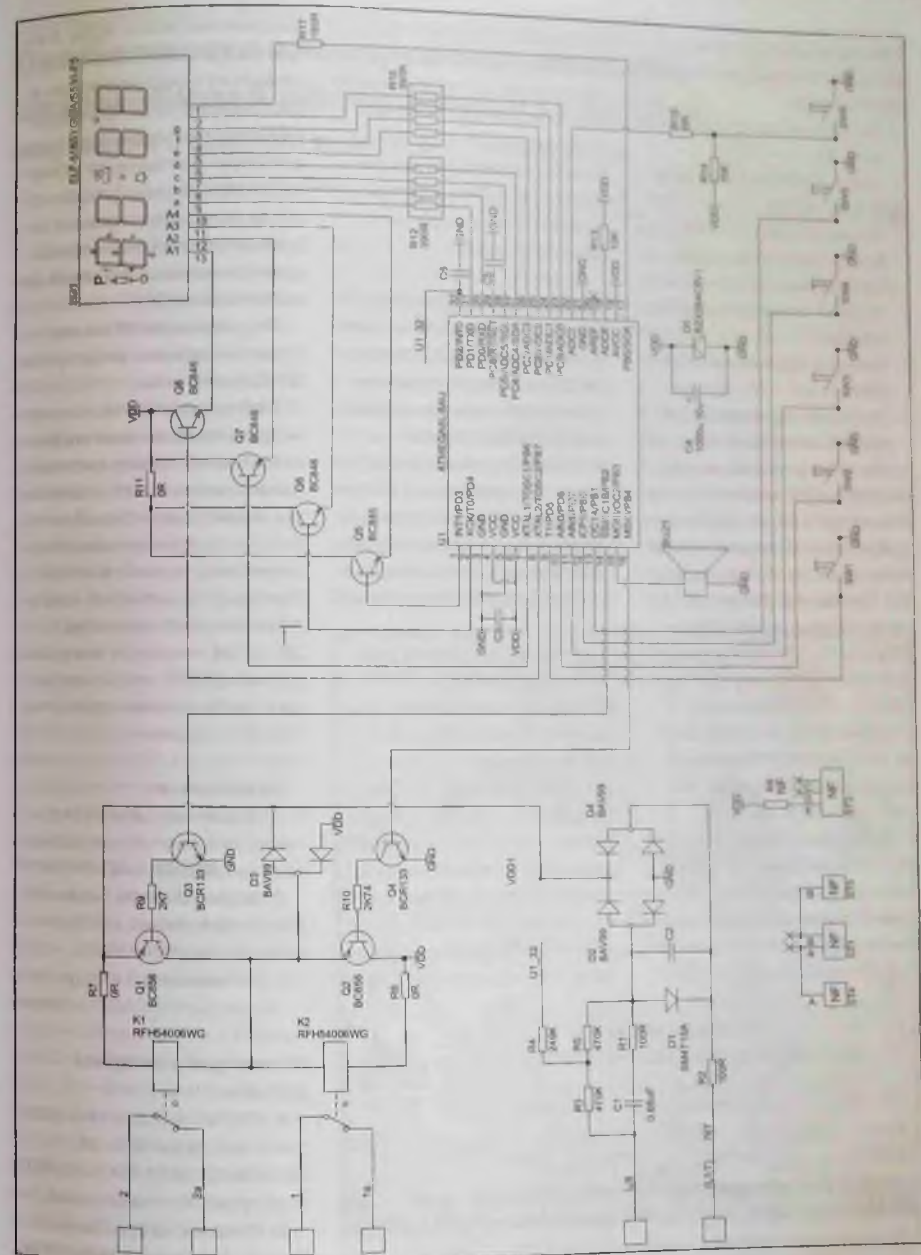

Рис. 3. Принципиальная электрическая схема таймера 117000766
Рассмотрим состав и работу основных узлов и цепей ЭМ по принципиальной электрической схеме, приведенной на рис. 3.
1. Позиционные обозначения компонентов на принципиальной электрической схеме таймера (рис. 3) были выбраны произвольно, так как на плате отсутствовала соответствующая маркировка.
2. На рис. 3 «цифровые» транзисторы Q3, Q4 (BCR133) показаны без встроенных резисторов.
- балластный конденсатор С1 (рис. 3);
2. На рис. 3 линии питания 5 и 14 В обозначены, соответственно, как VDD и VDD1.